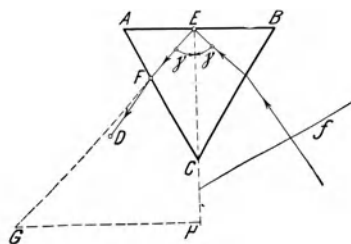

Fig. 121.
**Anleitung.** a) Setze vor ein Fenster  $f$  (Fig. 121), durch das man den Himmel sehen kann, oder vor eine Mattglasscheibe, hinter der eine weiße Lichtquelle aufgestellt ist, das Prisma  $ABC$ , auf dessen Fläche  $AB$  in der Mitte  $E$  mit Tinte ein lotrechter feiner Strich gezogen ist, umfahre mit einem spitzen Bleistift den Umriß des Prismas und bezeichne mit einem Nadelstich den Fußpunkt des Strichs  $E$ .